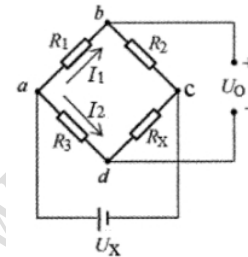

图 1 电桥测量电路
4、电桥是传感器的常用转换电路，图 1 中 R_1 、 R_2 、 R_3 为固定电阻， R_x 为随温度 T 变化的电阻，即热敏电阻，电源电压 $U_x=5V$ 。